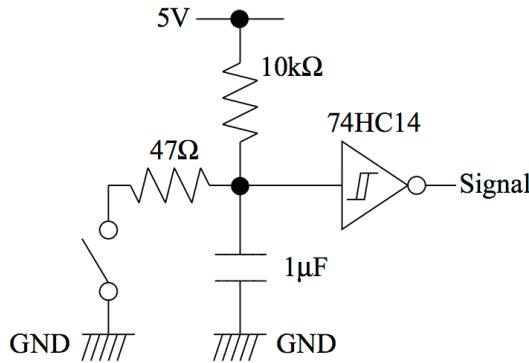
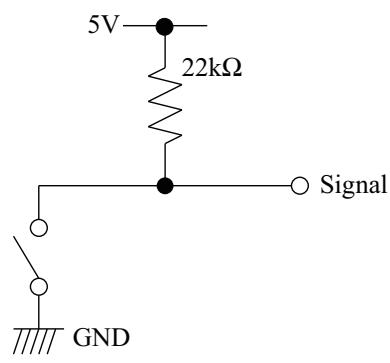

Fig.5: チャタリング防止回路
Fig.6: 単純なスイッチ回路
本Tutorialで製作してもらうチャタリング防止回路をFig. 5に示す。この回路はコンデンサで波形をなめらかにし、シュミットトリガで波形をきれいな方形波に成形している。ちなみに、最も単純なスイッチ回路はFig. 6である。
課題 1, 2 で作成した Fig.5 と Fig.6 の回路の動作確認をせよ。Tutorial1A 担当者にマイコン上で動作確認できるプログラムを作成してもらうといい。特に以下の点に注意すること。
- Fig.6 の Signal 端子はスイッチ導通時に 0V, 非導通時に 5V になるか。